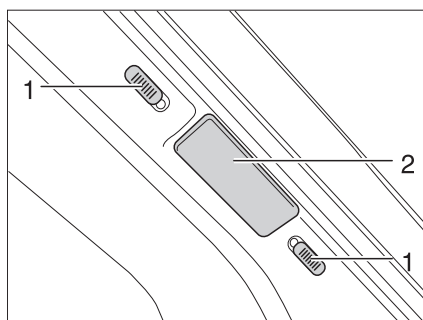
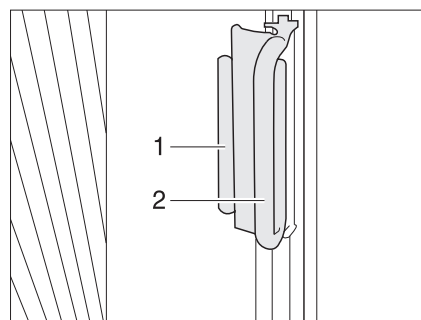

Fig. 57 Estor plegable para la luna delantera
Fig. 58 Estores plegables para la ventana del conductor y del acompañante
- En el estor plegable para la luna delantera, empujar los botones de bloqueo (Fig. 57,1) hacia arriba o hacia abajo. Cuando se vea el punto rojo, estará abierto el bloqueo.
- Coger los estores plegables por el tirador (Fig. 57,2 y Fig. 58,2) y cerrarlos cuidadosamente hasta que el cierre magnético lo mantenga en esta posición.
- En los estores plegables para la ventana del conductor y la ventana del acompañante, empujar el tirador (Fig. 58,2) sobre la pieza sobrepuesta (Fig. 58,1). El estor plegable queda asegurado.